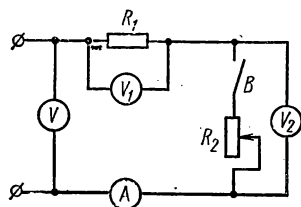

Рис. 2.21
Сила тока в цепи (рис. 2.21) обратно пропорциональна сопротивлению:
1. Собрать цепь (см. рис. 2.21) и показать ее преподавателю для проверки.